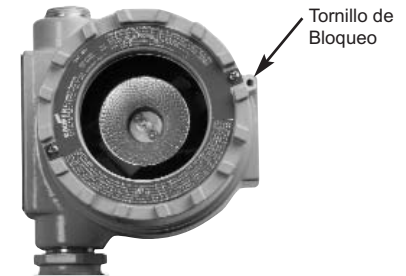

Figura 6.
2. Afloje el tornillo de bloqueo del anillo de la lente, pero no lo retire. Vea la Figura 6.